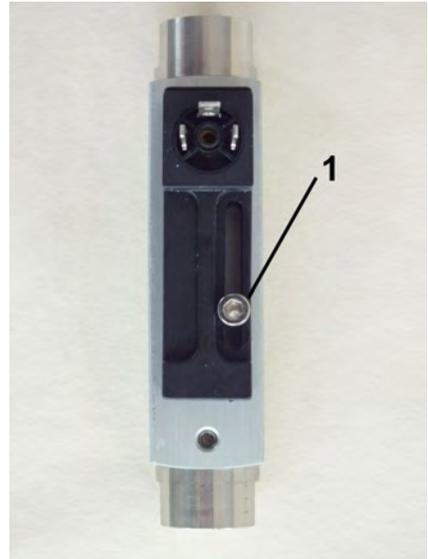

Abb. 31: Feststellschraube lösen
2. ➤ Die Feststellschraube des Schaltkontaktes (Abb. 31/1) mit einem Sechskant-Schraubendreher lösen.
6. ▶ Feststellschraube des Schaltkontaktes (Abb. 31/1) mit einem Sechskant-Schraubendreher wieder anziehen. Dabei Schrauben-Anziehdrehmoment beachten.